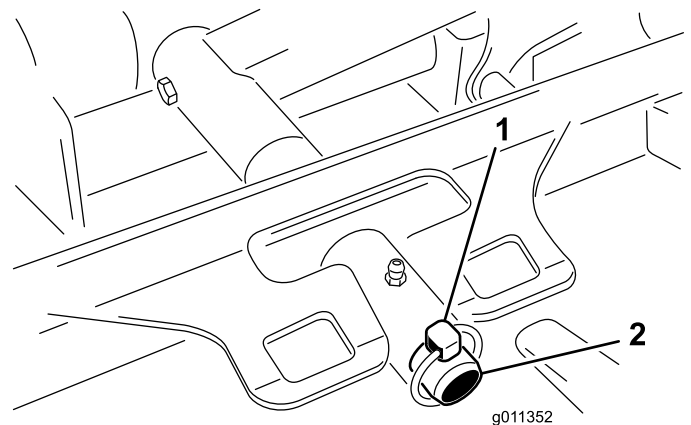

図 11
3. デッキのキャリア・フレームを昇降アームのピボット・ピンに固定しているリンチ・ピン (GM4700の場合はリテーナ・ナット) を外す (図 11)。
3. デッキのキャリア・フレームを昇降アームのピボット・ピンにセットする。リンチ・ピンまたはリテーナ・ナット (GM 4700の場合) で固定する (図 11)。